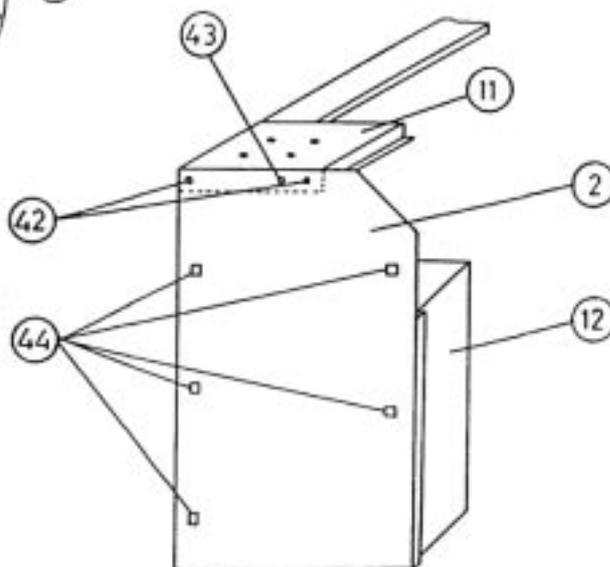

Figure 17
- 5) Démontez les deux boulons de fixation de la plaque de poulies (42) . Laissez en place le boulon ( 43 ) . Figure 17